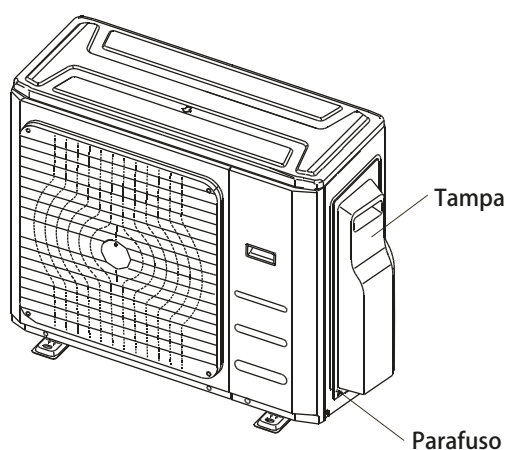

Fig. 8.1
2. Remova a tampa da caixa de controlo elétrica da unidade exterior. Assim que retirar a tampa, desaperte os parafusos da placa de manutenção e remova a placa de proteção. (ver Fig. 8.1)